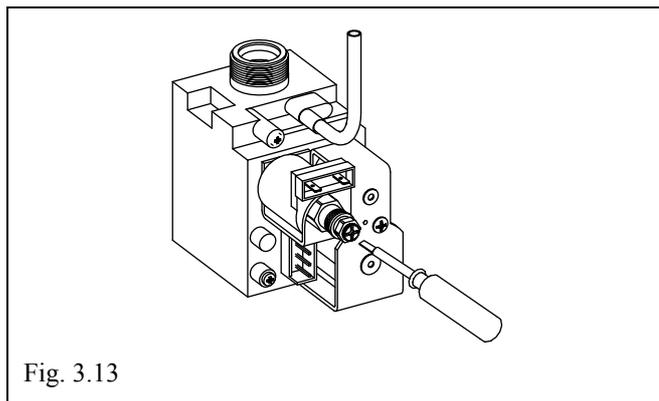

Fig. 3.13
- con cacciavite a croce, facendo attenzione a non premere l'alberino interno, agire sulla vite rossa di regolazione del minimo sanitario per ottenere il valore indicato in **APPENDICE A - PAG. 99 (FIG. 3.13)**;